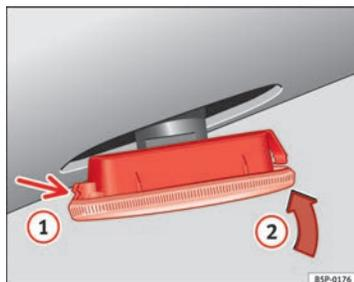

Fig. 197 Luz indicadora de mudança de direcção lateral
- Primeiro, coloque a luz indicadora de mudança de direcção no orifício da carroçaria, encaixando as patilhas ⇒ Fig. 197, seta ①.
- Encaixar a lâmpada como indica a seta ② ⇒ Fig. 197.